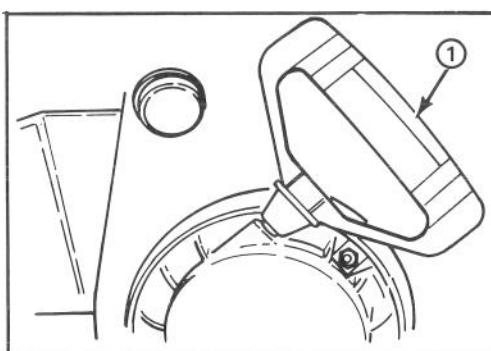

Figure 13
Démarreur à cordon (fig. 13)—Placé à l'arrière du moteur, il sert à mettre le moteur en marche.
6. Tirez sur la poignée du démarreur à cordon (fig. 13) lentement jusqu'à ce que l'engagement positif se produise; puis tirez d'un coup sec pour faire démarrer le moteur. Gardez une prise ferme sur la poignée du démarreur et laissez le cordon revenir lentement.